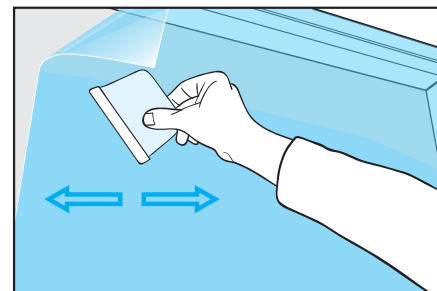

Figure 01
- › Appliquer à l'aide de la raclette (préalablement recouverte de feutrine), en formant un angle de 45° entre la surface de la raclette et le vinyle. Effectuer un mouvement de raclette du centre vers les bords du vinyle. (FIG. 01)